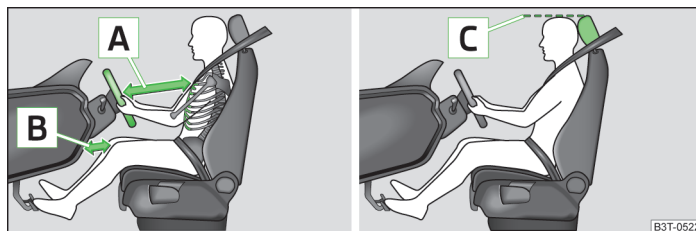

Fig. 158 Poziția corectă a șoferului / tetiere corect reglate
- Reglați volanul astfel încât distanța dintre volan și torace să fie de cel puțin 25 cm **A** » fig. 158 și distanța dintre picioare și planșa de bord, în zona airbagului pentru genunchi, să fie de minim 10 cm **B**.
- Reglați tetierele astfel încât marginea superioară a tetierei să se afle la aceeași înălțime cu partea superioară a capului dumneavoastră¹⁾ **C** » fig. 158 la pagina 184.
- Reglați tetiera astfel încât marginea superioară a tetierei să se afle, pe cât posibil, la aceeași înălțime cu partea superioară a capului dumneavoastră **C** » fig. 158 la pagina 184.